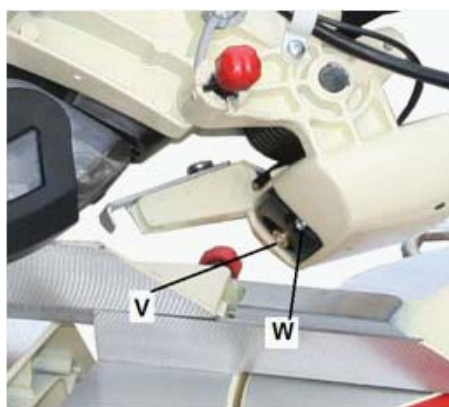

Рис. 9
- Лазерный указатель (V, Рис. 9) необходимо настроить таким образом, чтобы луч совместился с линией распила.
- Используйте винт (W) для настройки.